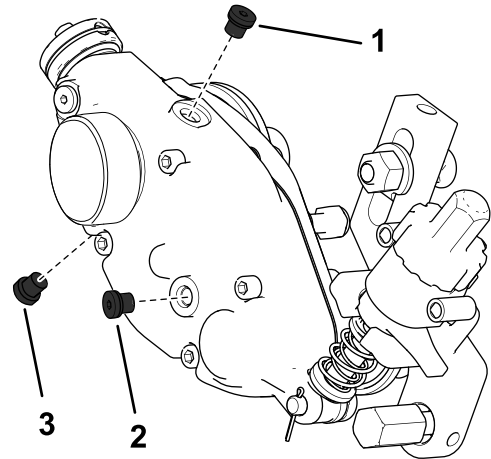

图28
2. 取出壳体底部的排油塞 图28。
3. 取出壳体一侧的加油塞并松开顶部的排气塞以使空气通过 图28。